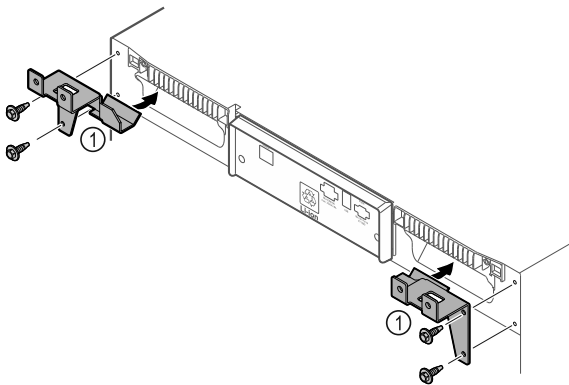

Fig. 8
- ▶ Zamontować części mocujące Fig. 8 (1) na urządzeniu przy użyciu dołączonych śrub.